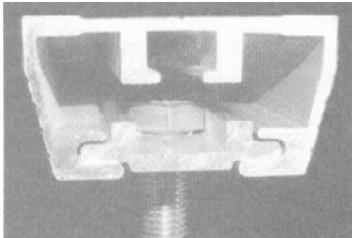

figura 2
2. Coloque el perno de 8 mm en la placa deslizante. Deslice la placa y el perno en la extrusión de montaje. Véase la figura 2.